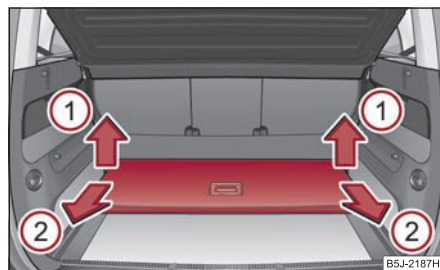

Fig. 83 Coffre à bagages: Extraire le plancher de chargement variable
- Soulevez le plancher de chargement dans le sens de la flèche ① ⇒ fig. 83 et sortez le plancher de chargement en le tirant dans le sens de la flèche ② ⇒ fig. 83.